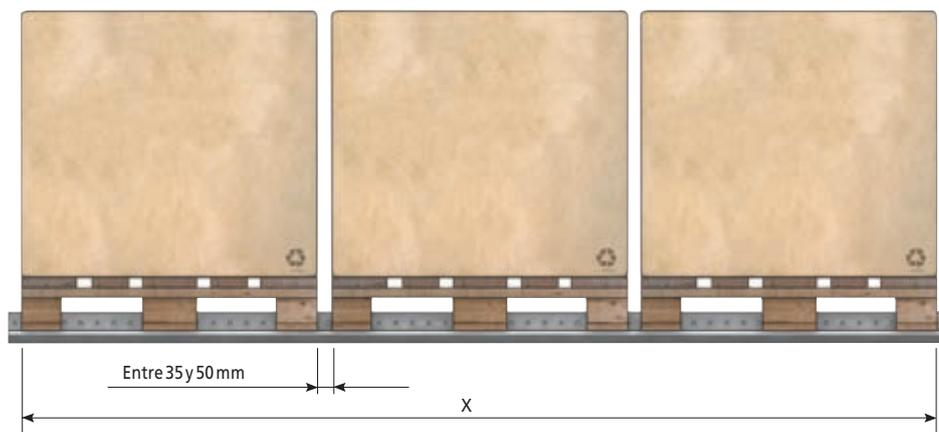

Figura 5
- X: suma del fondo de todos los palets (se ha de contar la medida de la carga si ésta sobresale) más una holgura por posicionado, que varía de 35 a 50 mm por palet, dependiendo del número de palets (a mayor número se considera una holgura menor) (figura 5).
Para las holguras en profundidad se ha de utilizar el mismo criterio que con el carril GP-7 (figura 5).